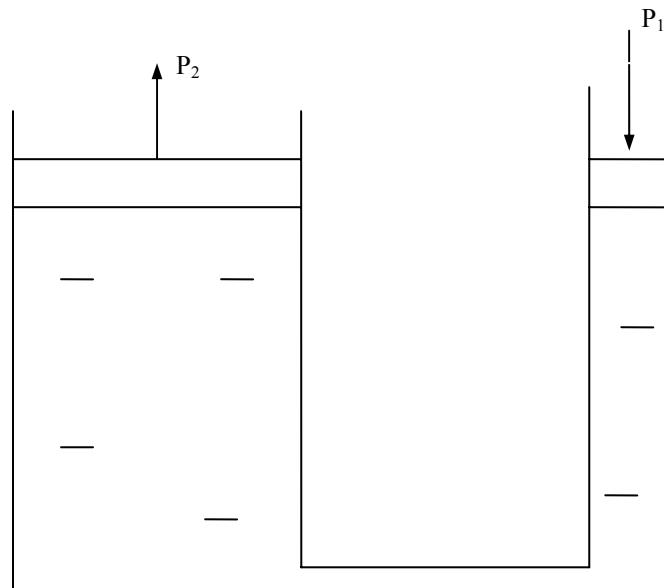

Рисунок 2.6 – Схема к задаче 2.13
2.14 Оказав на большой поршень (см. рис. 2.6) давление 400 кПа, добились равновесного положения большого и малого поршней. Какова при этом должна быть совокупная масса малого поршня и расположенного на нем груза, если диаметр малого поршня равен 0,2 м?